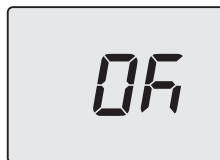

Figura 5.44
- Premendo il tasto 50 (Figura 5.33) si ottiene la conferma del valore inserito. Il display visualizzerà per 5 sec. quanto segue (Figura 5.44) poi, si porterà al livello superiore.